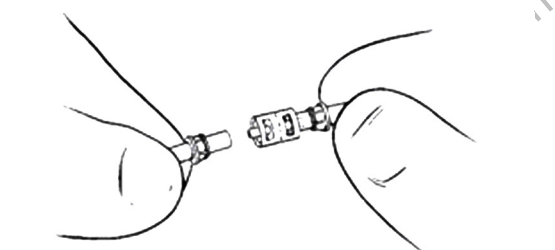

Figure 4-33. Insérer la tubulure dans le connecteur
4. Insérer l'extrémité de la tubulure dans le connecteur. (Figure 4-33)
5. Insérer l'autre extrémité de la tubulure dans le connecteur. (Figure 4-33)